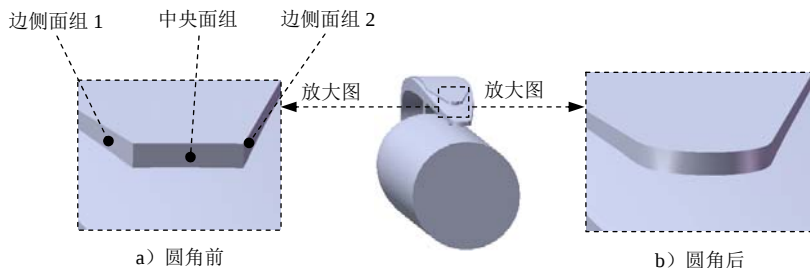

图 3.31.24 圆角 2
Step18. 创建图 3.31.24 所示的零件特征——圆角 2。参照 Step14 的操作步骤创建图 3.31.24 所示的圆角 2。